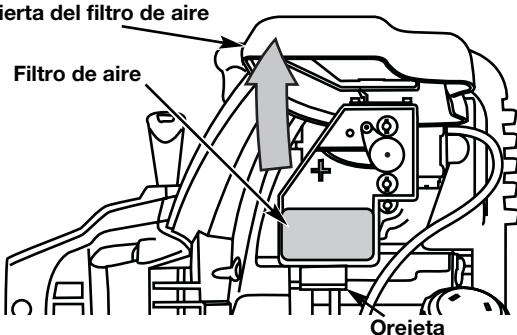

Fig. 31
1. Abra la tapa del filtro de aire. Empuje hacia adentro la lengüeta que está en lado inferior de la tapa. Después hale hacia afuera y arriba la tapa del filtro de aire. (Fig. 31).
2. Retire el filtro de aire (Fig. 31).
6. Vuelva a colocar el filtro (Fig. 31).